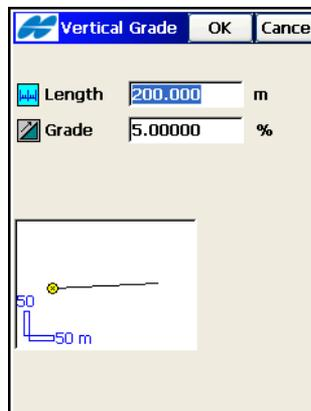

Abbildung 7-19. Hinzufügen von konstanten Neigungen
2. Geben Sie im Fenster *Neigung konstant* (Abbildung 7-19) die Länge des Elements mit konstanter Neigung sowie die prozentuale Neigung ein. Für ein Gefälle geben Sie den Wert negativ ein.